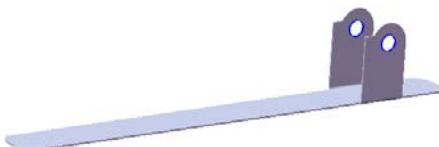
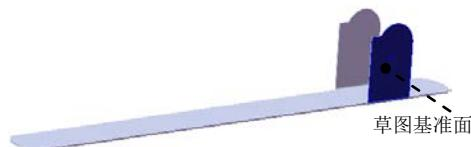

图 15.4.20 切除一拉伸 2
图 15.4.21 草图基准面
Step6. 创建图 15.4.20 所示的切除一拉伸 2。
(1) 选择命令。选择下拉菜单 **插入(I)** → **切除(C)** → **拉伸(E)...** 命令。
(2) 定义特征的横断面草图。
① 定义草图基准面。选取图 15.4.21 所示的表面作为草图基准面。